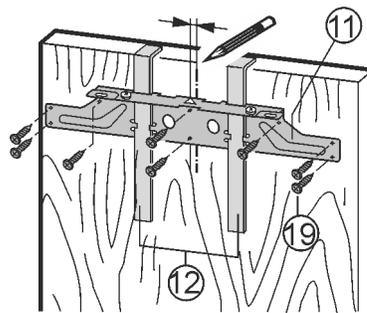

Fig. 30
- Aligner la traverse de fixation Fig. 30 (11) sur le milieu de la porte.
- Bourrelet à gauche : Déplacer la traverse de fixation Fig. 30 (11) 6 mm (0.24 in) à gauche.
- Bourrelet à droite : Déplacer la traverse de fixation Fig. 30 (11) 6 mm (0.24 in) à droite.